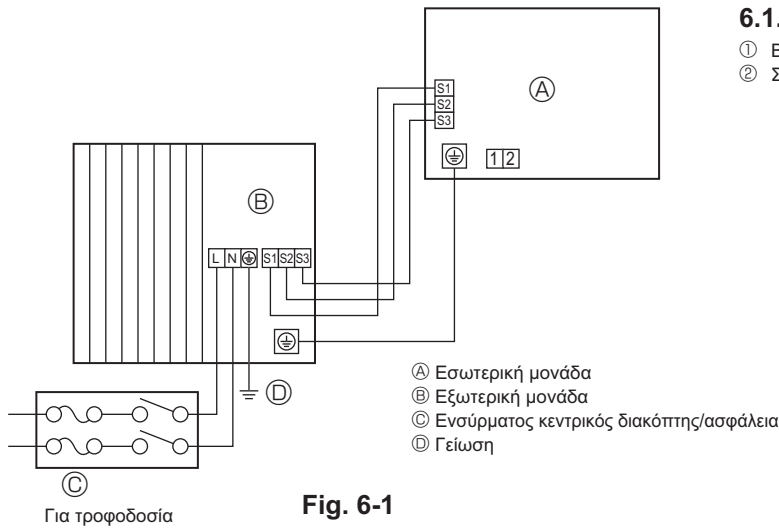
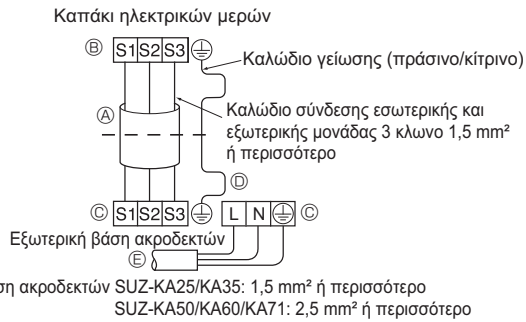
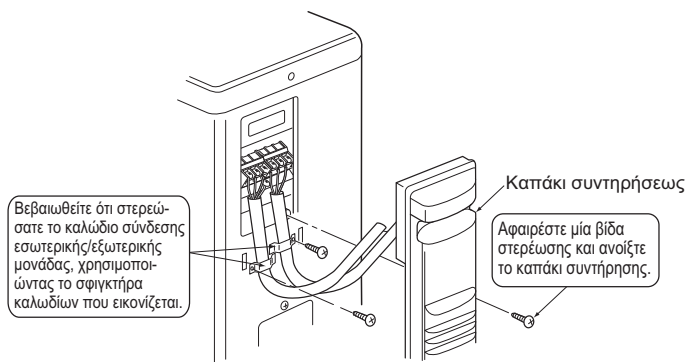
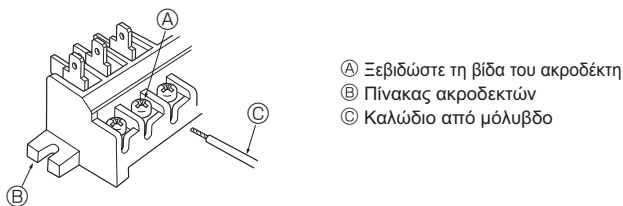

Fig. 6-1
Fig. 6-2
Fig. 6-3
Fig. 6-4
### 6.1. Εξωτερική μονάδα (Fig. 6-1, Fig. 6-2, Fig. 6-3, Fig. 6-4)
- ① Βγάλτε το καπάκι συντήρησης.
- ② Συνδέστε τα καλώδια σύμφωνα με τις Fig. 6-1, Fig. 6-2, Fig. 6-3 και Fig.
- Εκτελέστε την καλωδίωση, όπως φαίνεται στο διάγραμμα κάτω αριστερά. (Προμηθευτείτε το καλώδιο επί τόπου) (Fig. 6-2)
- Προσέξτε να μην κάνετε κακή σύνδεση των καλωδίων. (Fig. 6-4)